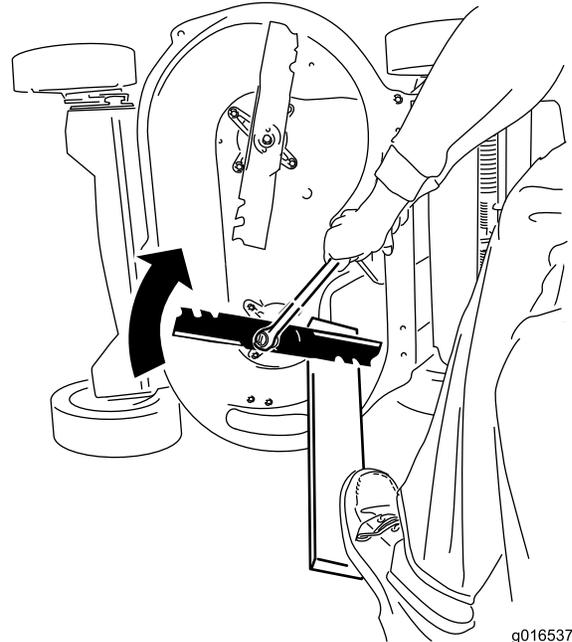

Figura 40
2. Segure cada lâmina com uma tábua e rode o parafuso da lâmina no sentido dos ponteiros do relógio com uma chave como se mostra na Figura 40; aperte o parafuso de cada lâmina com 82 N-m.